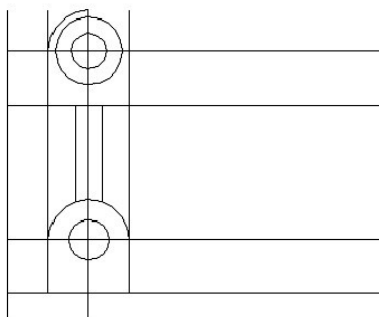

Figura 2 - **TRIM** e **ERASE** para apagar as linhas em excesso.
24. Usando os comandos **TRIM** e **ERASE** apague as linhas em excesso (figura 2).